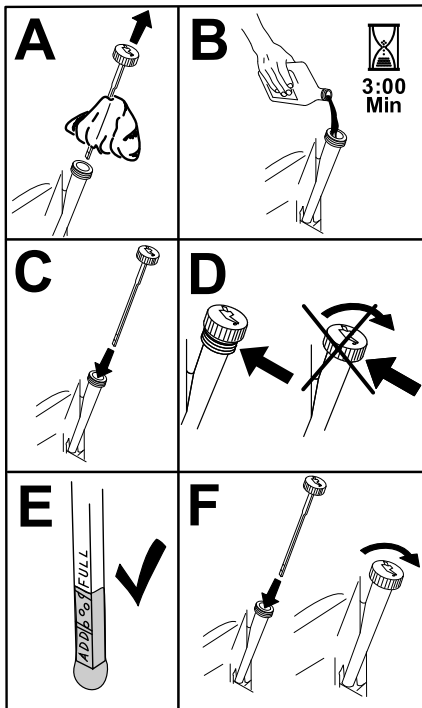

Figura 32
6. Versate lentamente circa l'80% dell'olio indicato nel tubo di rifornimento e sempre con cautela rabboccate l'olio necessario per portarlo alla tacca **Full** (Pieno) (Figura 32).